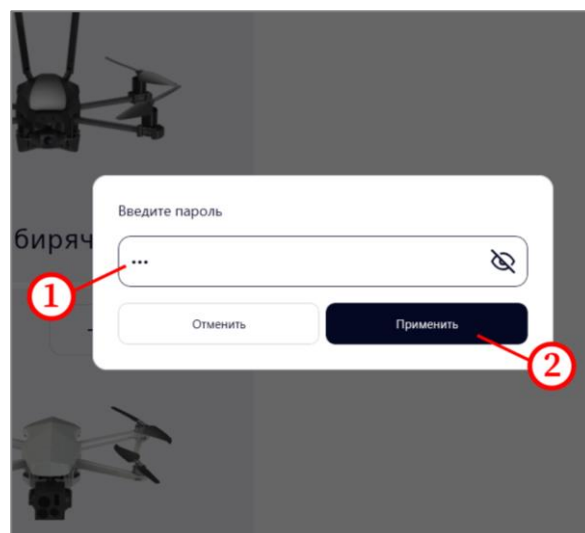

Рисунок 109 – Ввод пароля
- рисунок 109, шаг 1;
- нажать на кнопку «Применить» (рисунок 109, шаг 2).